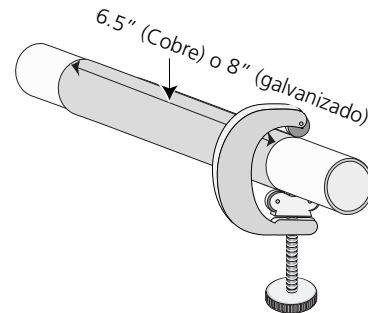

Figura 2
3. Coloque la plantilla en el tubo y corte el tubo según se ilustra en la figura 2.